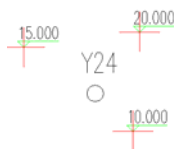

图 6-71 坡地采集
- “坡地采集”选项：单击选定该项，找的数据多一些，如图 6-71 所示，相应速度也要慢一些。